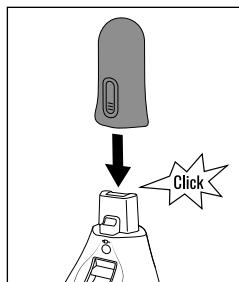

Bild 4
- ◆ Sätt försiktigt det korta skaftet 25 på motorenheten 8 så att det klickar fast (se bild 4).